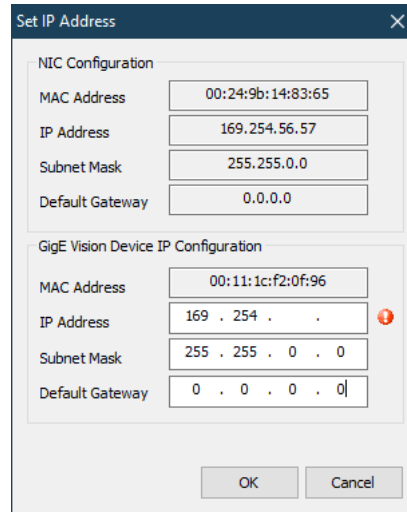

Abbildung 119: Fenster zum Festlegen der IP-Adresse
- e. Der **Set IP Address** Dialog öffnet sich und die IP-Konfiguration des verbundenen Netzwerkadapters wird angezeigt (Abbildung 119).